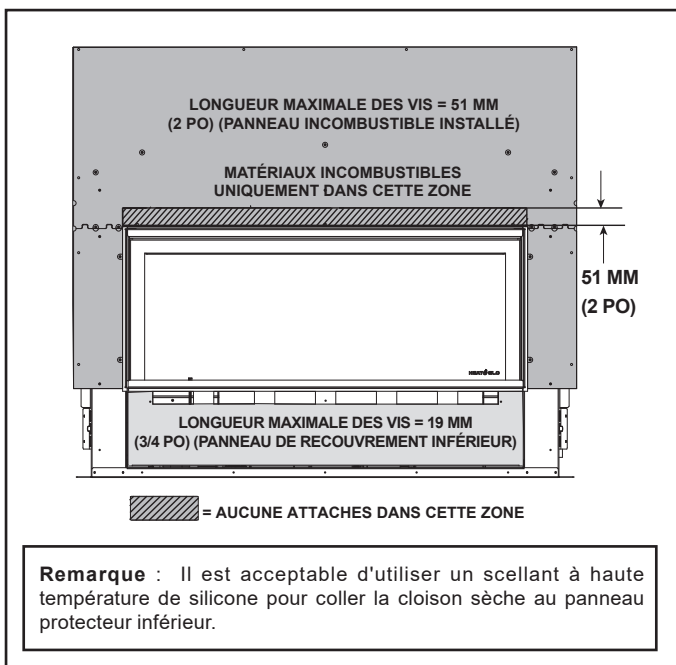

Figure 10.1 Exigences de longueur pour les vis
- Les façades métalliques de l'appareil ne peuvent être recouvertes qu'avec des matériaux incombustibles, excluant le panneau protecteur inférieur. Voir la figure 10.1.
- Scellez les espaces entre le mur fini et les faces du dessus et des côtés de l'appareil en utilisant un produit d'étanchéité prévu pour une température de 150 °C (300 °F) minimum. Reportez-vous à la figure 10.1.
Lors de la finition du mur entourant le foyer, il est important que le revêtement du mur soit adéquatement fixé. Les attaches de revêtements, comme les vis ou les clous, ne sont pas permises dans certains endroits. Voir la figure 10.1.
Il est acceptable de percer au préalable des trous et d'utiliser des vis autotaraudeuses dans les panneaux incombustibles inclus à la fabrication et pouvant être utilisés au lattage (une pièce d'appui pour la céramique, le marbre, etc.). Les vis installées dans le panneau incombustible installé devraient être de type autotaraudeuse d'une longueur maximale de 2 pouces. Voir la figure 10.1.
En installant le matériau de finition sur le panneau protecteur inférieur, NE PAS percer ou installer de vis plus longues que 3/4 po. De plus longues vis peuvent pénétrer dans le panneau protecteur inférieur causant ainsi des dommages aux composants ou percer la conduite de gaz. Voir la figure 10.1.